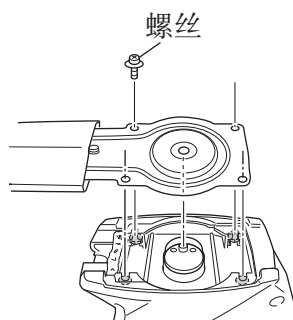

图 11
- (1) 调节曲柄凸轮，使得其圆盘部分如图所示地靠近本机。
- (2) 如果(4个位置上的)螺帽松弛，请将螺帽按入机壳的槽内。
4. 安装新刀片(图 11)